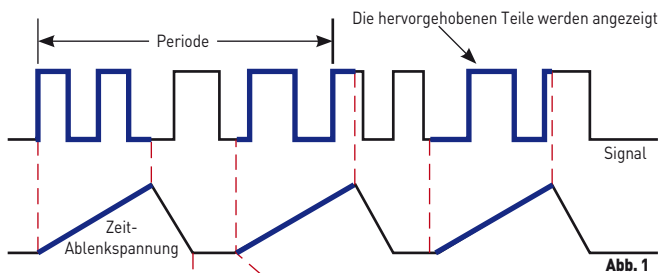

Abb. 1
**Abb. 1 zeigt das Schirmbild bei minimaler HOLD-OFF-Zeit (Grundstellung). Da verschiedene Teile des Kurvenzuges angezeigt werden, wird kein stehendes Bild dargestellt (Doppelschreiben).**